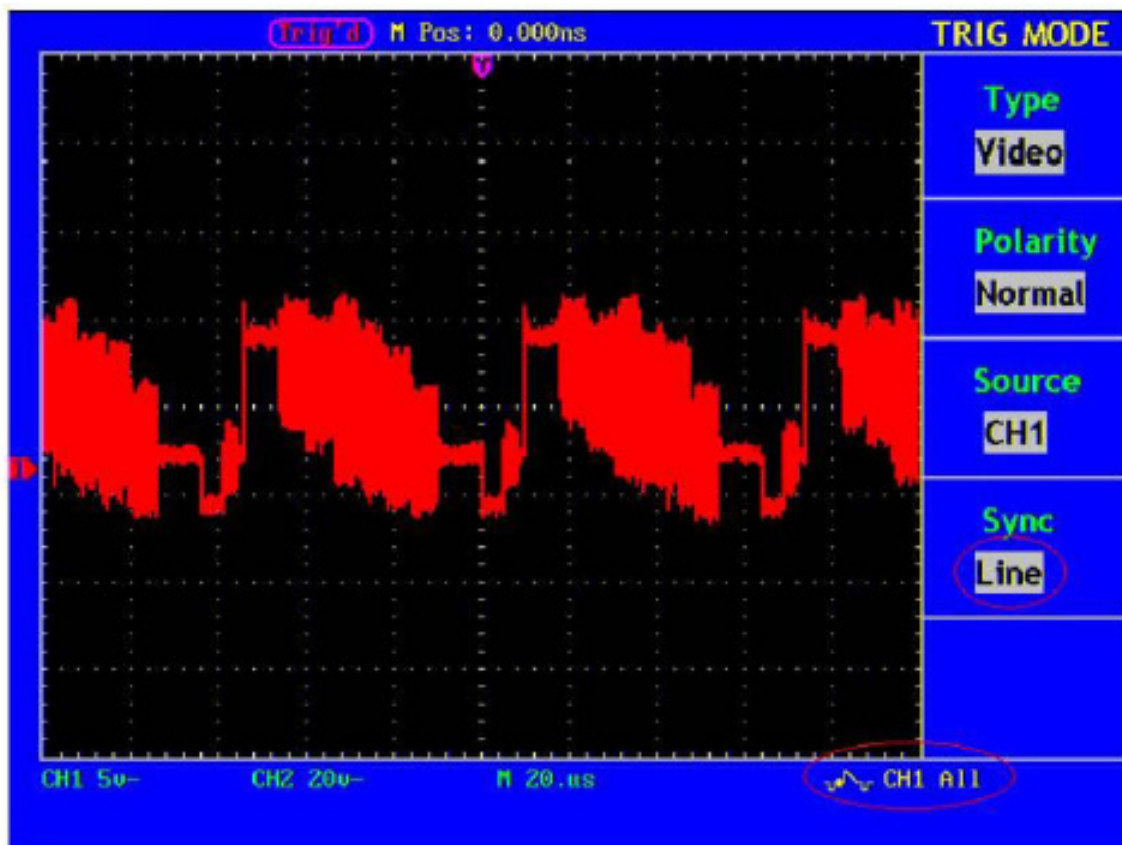

Abb. 35 Video-Wellenform getriggert im Modus "Line"
6. Drücken Sie die Menüwahl taste **F4** und wählen Sie **Line** bei Slope. Die Anzeige auf dem Bildschirm ist wie in Abb. 35 gezeigt.